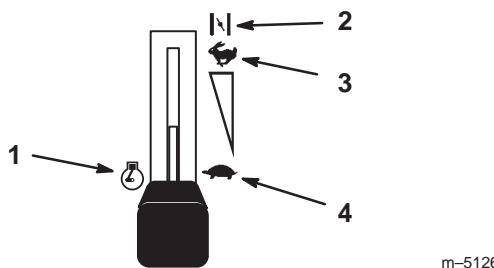

Figure 7
- Placez la manette d'accélérateur en position Starter (Fig. 7) pour démarrer à froid.
- Lorsque le moteur a démarré, placez la manette d'accélérateur à mi-course, entre les positions de Régime maximum et de Ralenti (Fig. 7). Laissez chauffer le moteur pendant 3 à 5 minutes avant de mettre la manette d'accélérateur en position de Régime maximum.
- Placez la manette d'accélérateur en position de Ralenti (Fig. 7).